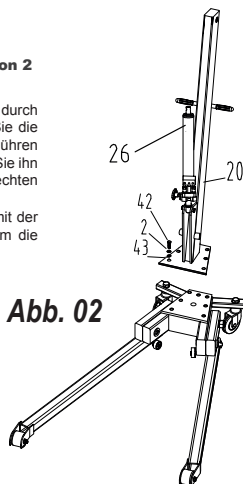

Abb. 02
- Siehe Abbildung 02: Verwenden Sie die Unterlegscheibe Nr. 2 mit der gespannten Unterlegscheibe Nr. 43 und der Schraube Nr. 42, um die Säule Nr. 20 an der Basis Nr. 44 zu befestigen.